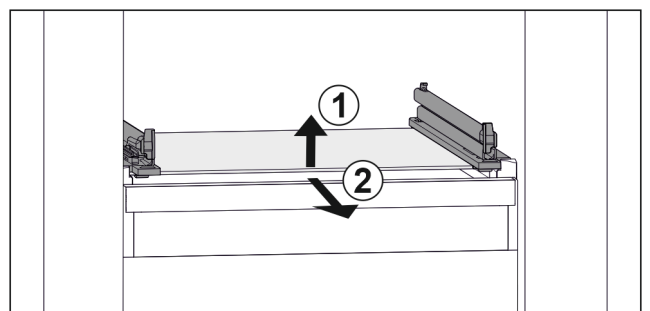

Fig. 30 Rappresentazione esemplificativa del ripiano in vetro
- ▶ Sollevare il ripiano in vetro dal davanti. Fig. 30 (1)
- ▶ Rimuovere il ripiano in vetro tirando in avanti. Fig. 30 (2)